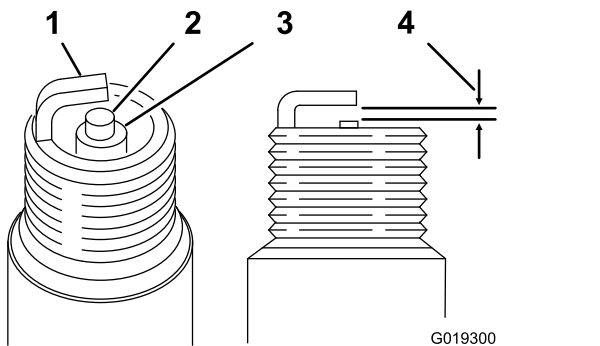

Figure 28
3. Vérifiez que l'écartement des électrodes est correct (Figure 28).